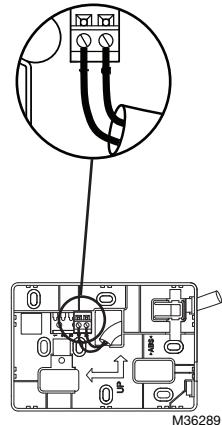

Fig. 5. Collegare i cavi alla morsettiera.
Collegare la morsettiera come indicato nella Fig. 5:
3. Esaminare e verificare i cavi di connessione del morsetto illustrati nella Fig. 5.